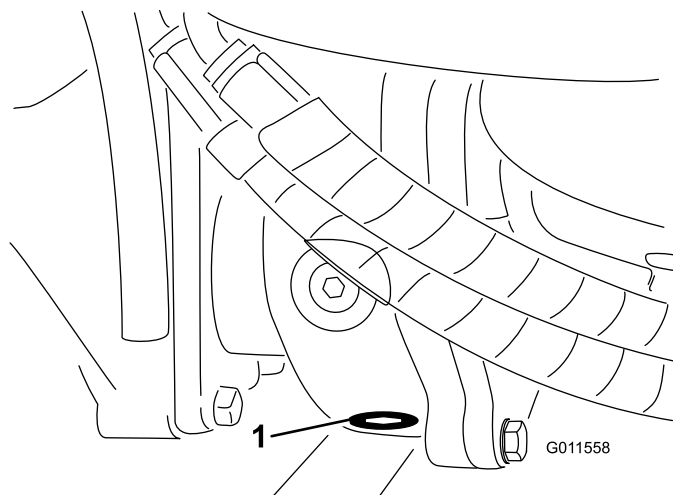

Figura 95
5. Limpe a zona em redor do tampão de escoamento no fundo da caixa de engrenagens (Figura 95).